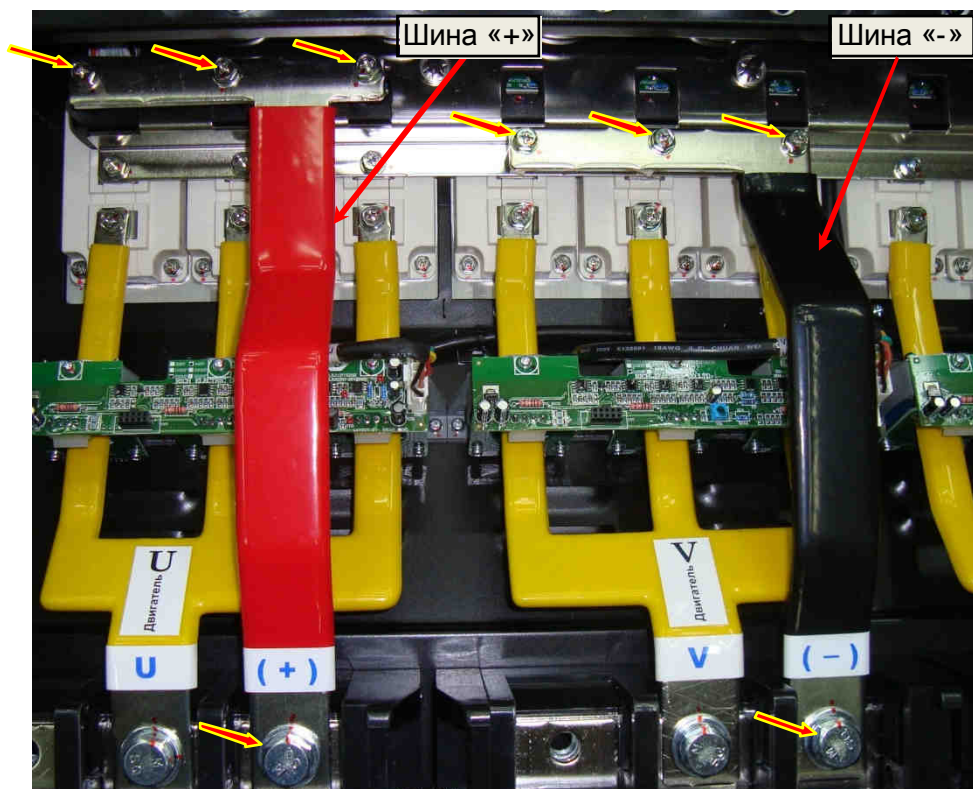

Рис. 7.31.
7.13.7. Установить выходные шины «+» «-» звена постоянного тока, вкрутив 6 винтов крепления к шестигранным стойкам и 2 болта силовой клеммной колодки (рис. 7.31).